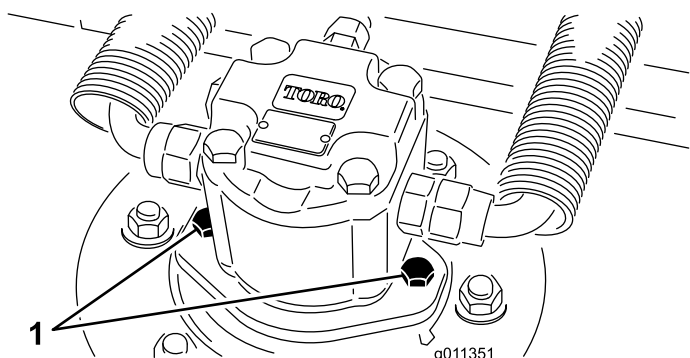

Рисунок 118
2. Отсоедините и снимите гидромотор с режущего блока (Рисунок 118). Накройте верхнюю часть шпинделя для предотвращения загрязнения.
3. Установите гидромотор на режущий блок (Рисунок 118). Убедитесь, что уплотнительное кольцо находится в штатном положении и не повреждено.